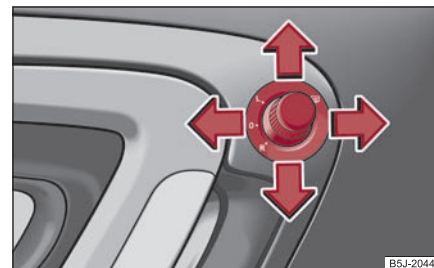

Fig. 63 Interiorul ușii: Buton rotativ
- Aduceți butonul rotativ în poziția  ⇒ fig. 63.